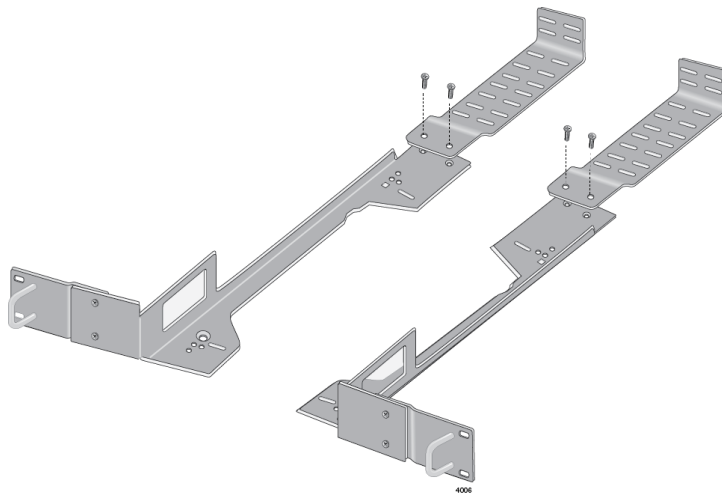

Рисунок 23. Крепление кабельных лотков к пластинам
5. Прикрепите кронштейны для кабелей к конструкциям, собранным на шаге 4, при помощи винтов М4х6мм и крестовой отвертки, как это показано на рис. 23.